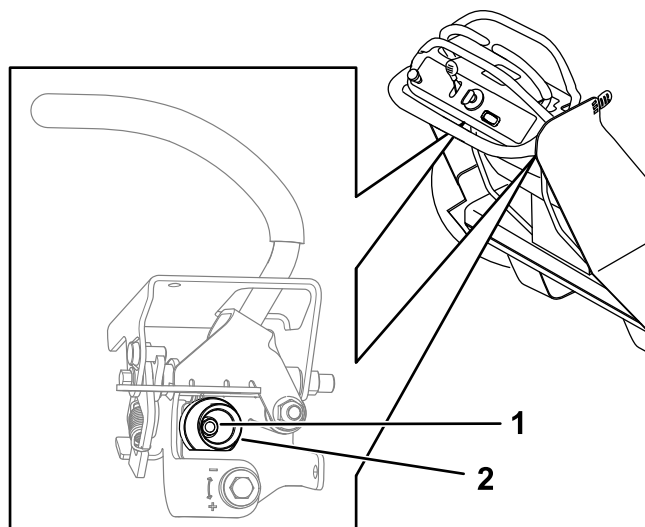

Bild 61
5. Lösen Sie die Mutter der Nocke für den Fahrtriebshebel, den Sie einstellen möchten (Bild 61).
6. Stellen Sie die Nocke ein, bis sie mit dem anderen Fahrtriebshebel ausgefluchtet ist, ziehen Sie dann die Mutter für die Nocke an (Bild 61).